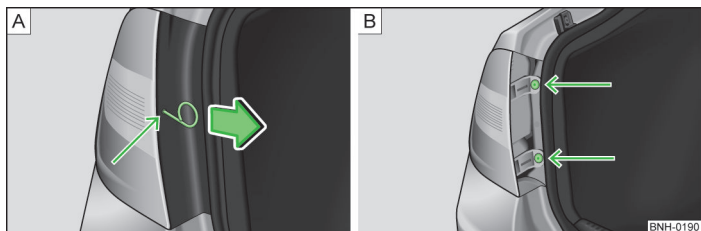

Abb. 175 Abdeckung/Leuchte ausbauen
- › Den Bügel zum Abziehen der Radvollblenden » Seite 180, *Bordwerkzeug* in die Bohrung an der mit dem Pfeil gekennzeichneten Stelle » Abb. 175 - stecken.
- › Die Abdeckung in Pfeilrichtung » Abb. 175 - abziehen.
- › Die Leuchte mit dem Schraubendreher aus dem Bordwerkzeug abschrauben » Abb. 175 - .